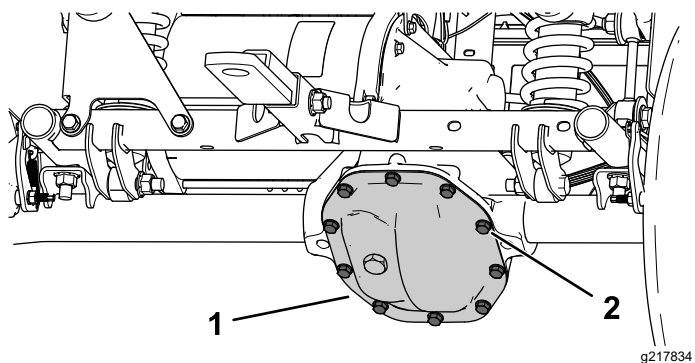

Bild 53
1. Stellen Sie eine Auffangwanne unter die Getriebeabdeckung (**Bild 53**).
- Entfernen Sie die Schrauben von der Getriebeabdeckung und lassen Sie die Flüssigkeit ganz ab (Bild 53).